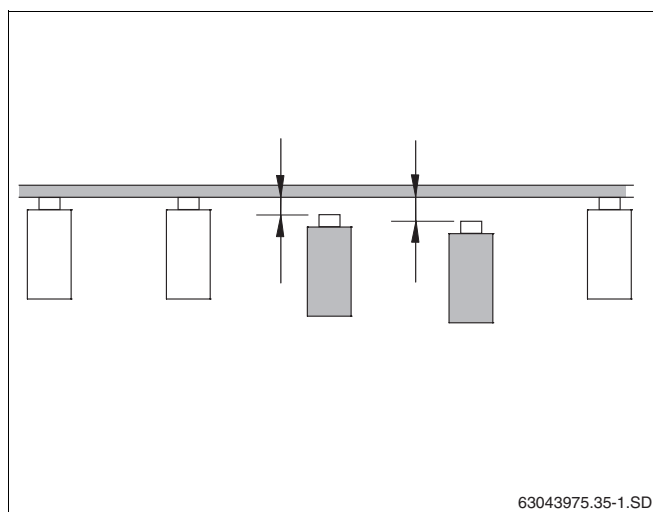

Fig. 12 Compensación de las diferencias de nivel en los cabrios
- Si existen diferencias de nivel en los cabrios, deberá compensarlas en el lugar de instalación (fig. 12).